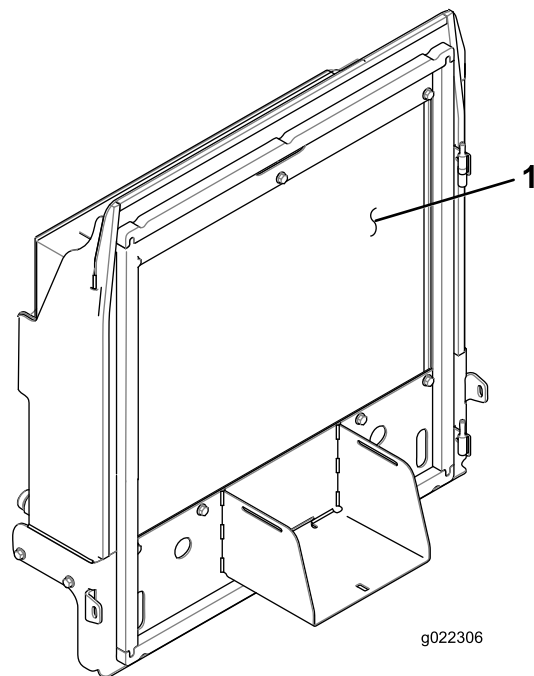

図 69
4. ラジエターとオイルクーラの裏表(図 69)を圧縮空気で丁寧に清掃する。